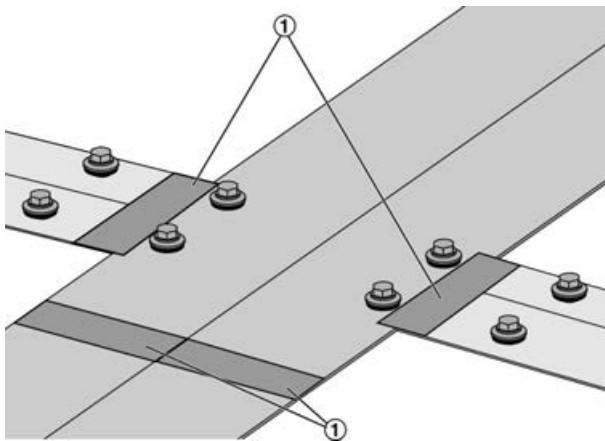

Fig. 18: Sellado de las juntas
2. ▶ Selle las juntas (Fig. 18 /1) entre las chapas de cierre con las tiras adhesivas suministradas (100 x 40 mm).